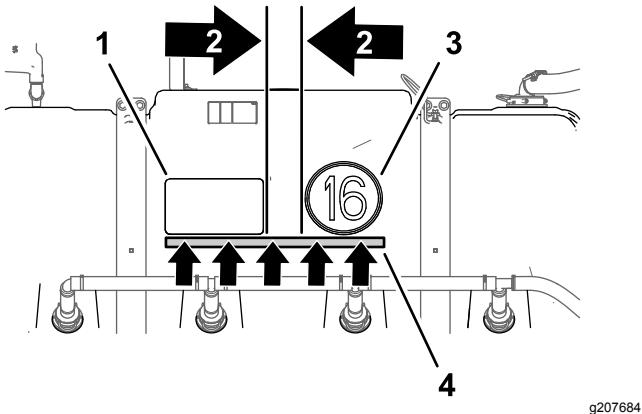

Figura 47
1. Sul lato sinistro del serbatoio, allineate un pezzo di nastro adesivo di 56 cm sulla parte inferiore dell'adesivo Toro Multi Pro 5800 e indietro, come illustrato nella Figura 47.
2. Misurate 11 cm dal bordo destro dell'adesivo Toro Multi Pro 5800 e contrassegnate questo punto sul serbatoio con una matita Figura 47.
3. Rimuovete il supporto posteriore da un adesivo di velocità e allineatelo con il segno che avevate realizzato al passaggio 1 e con il bordo superiore del nastro adesivo (Figura 47).
4. Applicate l'adesivo sul serbatoio e rimuovete il nastro adesivo (Figura 47).